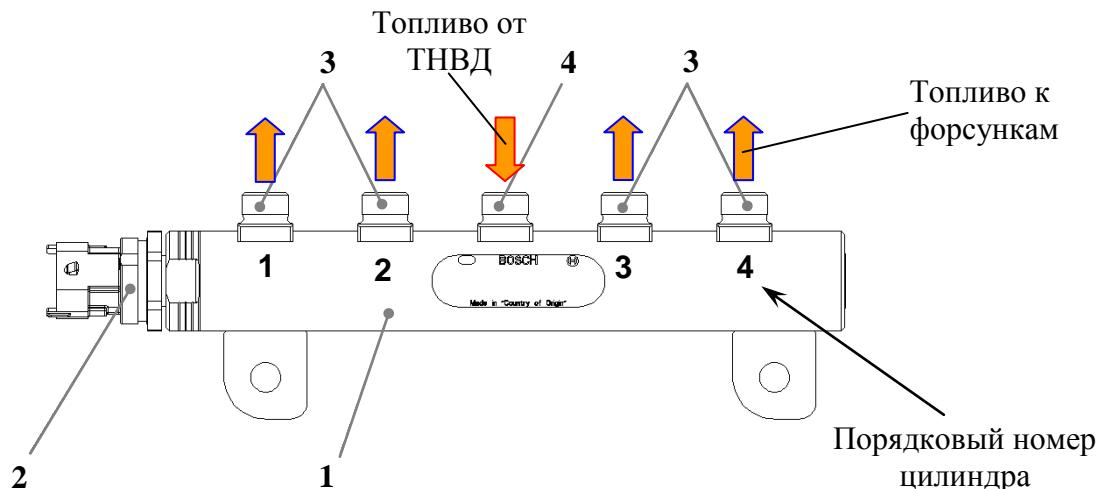

Рис. 58. Аккумулятор высокого давления (Rail):
**Аккумулятор высокого давления (Rail) 1** (рис. 58), с датчиком давления топлива 2, служит для аккумулирования топлива и распределения его по форсункам.
Аккумулятор 1 высокого давления представляет собою трубу, изготовленную из кованой стали (рис. 58) на которой расположены штуцеры (3 и 4) подвода топлива от ТНВД и отвода топлива к форсункам, а также установлен датчик 2 давления топлива.